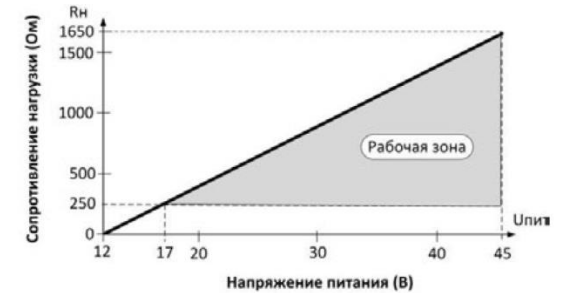

Рисунок 6. График ограничений по выбору сопротивления нагрузки (R_H), в зависимости от напряжения питания ($U_{\text{пит}}$).
3.2. Электрическое питание прибора ($U_{\text{пит}}$) общепромышленного и взрывозащищенного исполнения (взрывонепроницаемые оболочки «d») осуществляется от источника питания постоянного тока напряжением от 17 до 44 В. При этом допускаемое сопротивление нагрузки (R_H) для выходного сигнала 4...20 мА должно быть в пределах от 250 до 1650 Ом (рис. 6). Выходные сигналы и параметры питания представлены в таблице 1.